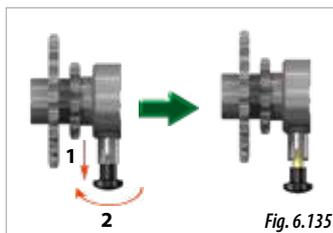

Fig. 6.135
- 3- En el eje de transmisión donde se halla el embrague (Fig. 6.133), tirar del seguro y girarlo 90° para bloquearlo en la posición de transmisión libre (Fig. 6.135).